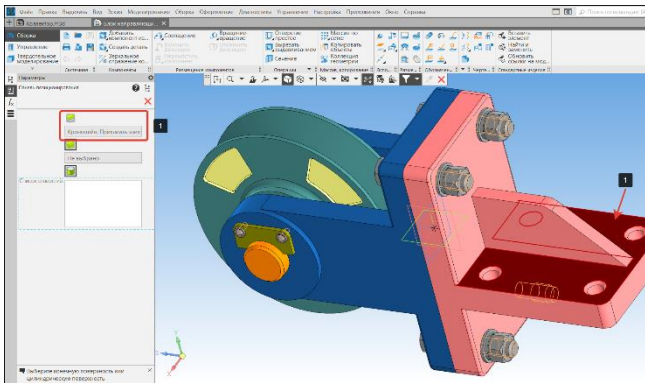

Рисунок 351 – Начальная поверхность
- Укажем начальную поверхность (1) (Рисунок 351);